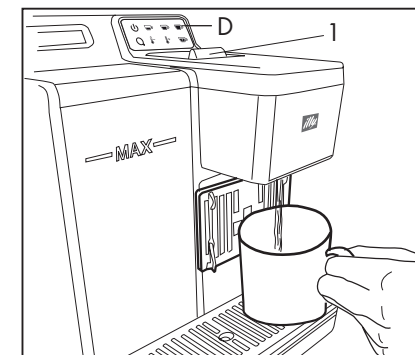

Fig. 13
- appuyer sur la touche (D). **(Fig. 13)**
le volet à capsule (1) ne doit pas être ouvert avant de lancer le cycle de lavage. **(Fig. 13)**